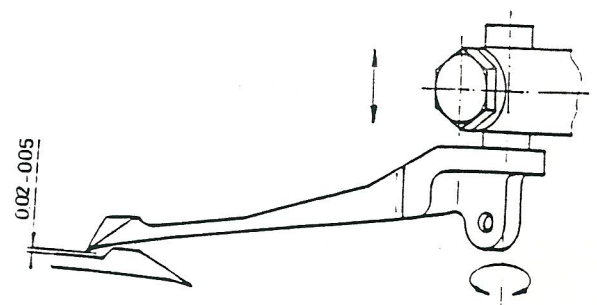

Abb. 6
- Den Obergreifer durch Verschieben und Verdrehen so einstellen, daß die Spitze des Obergreifers im Abstand von $0,02...0,05$ mm hinter der Klinge des Untergreifers vorbeischiebt. (Abb. 6)
- Einstellmaß 0,07 - 0,05 mm (Abb. 6) an der Kreuzungsstelle Untergreifer - Obergreifer überprüfen und gegebenenfalls durch Verschieben des Greifers korrigieren.